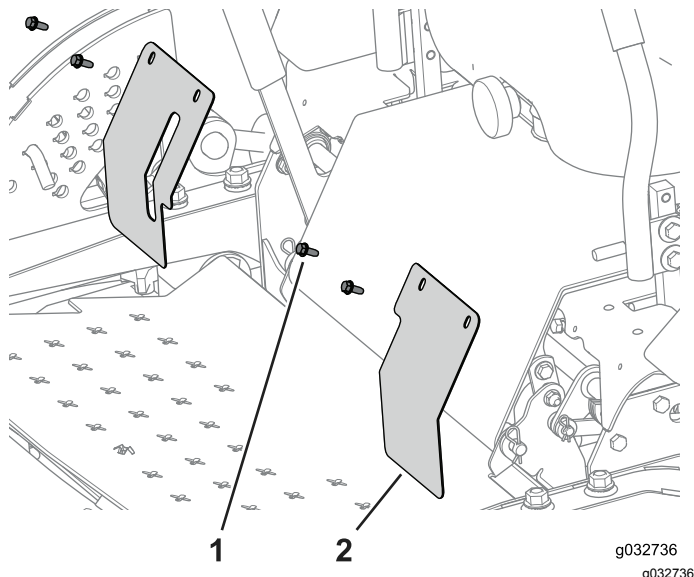

Figura 53
1. Retire los pernos y las 2 chapas de cierre para tener acceso a los pernos y las tuercas que sujetan el bastidor de verano a la máquina (Figura 53).